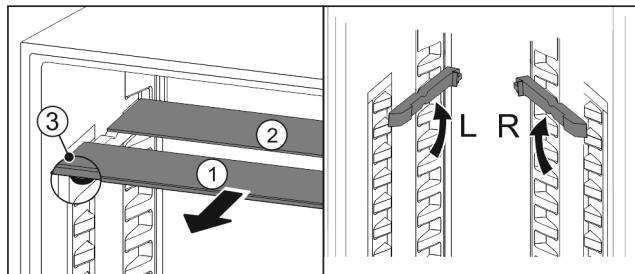

Fig. 62
- ▶ 将玻璃隔板逐个向前拉出 Fig. 62 (1)。
- ▷ 带装饰条的玻璃隔板 Fig. 62 (1)在前。
- ▷ 阻挡装置 Fig. 62 (3)指向下方。